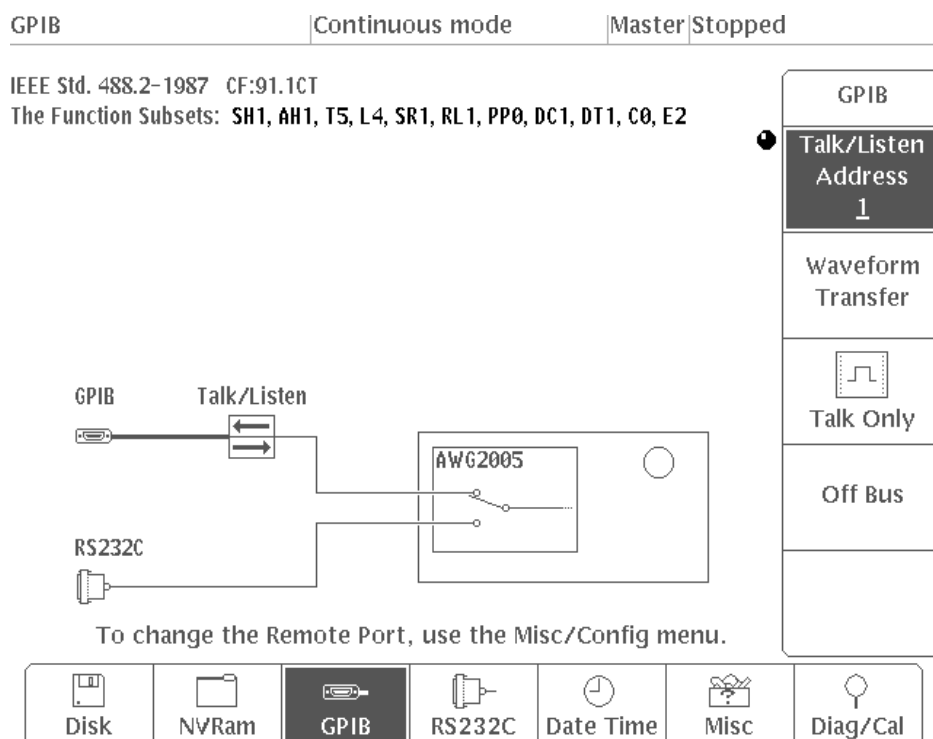

図 1-4 : GPIBパラメタ設定メニュー (AWG2005型の場合)
- 手順 1** : フロント・パネルの **MENU** 欄にある **UTILITY** キーを押します。これにより **UTILITY** ボトム・メニューが、管面下部、ボトム・キーのすぐ上に表示されます (図 1-4 参照)。